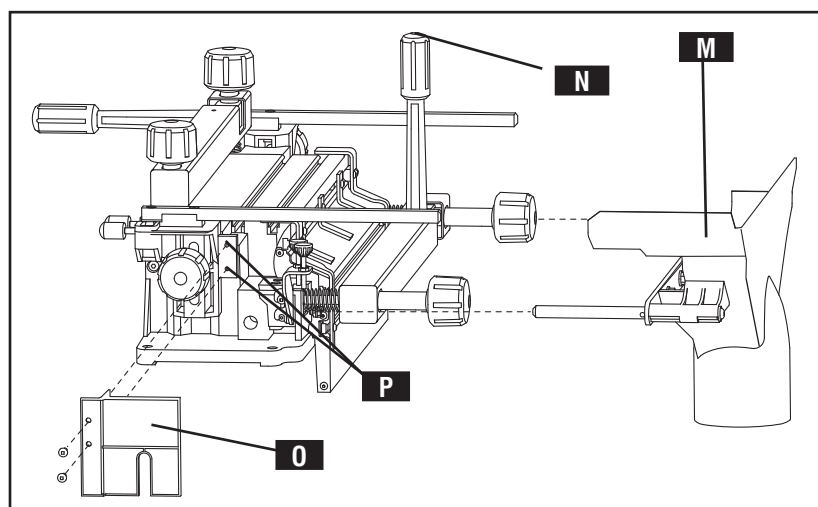
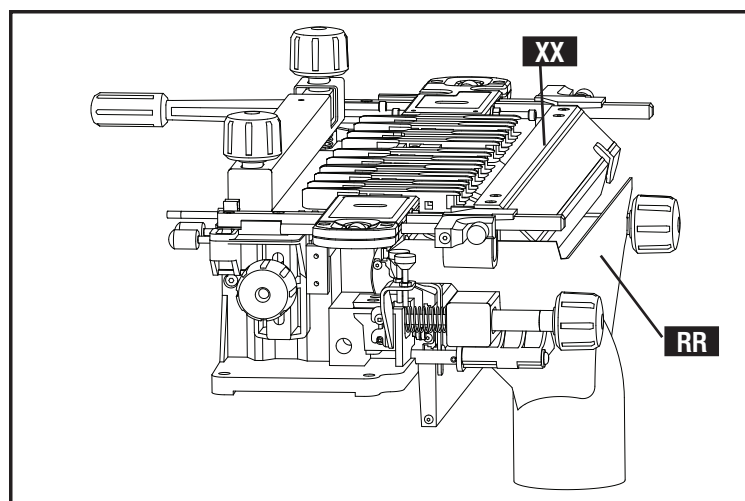

Fig. 8
Fig. 9
- After assembly, the shroud (M) Fig. 8 can slide right into the two holes at bottom front of the OMNIJIG® base.
- Before sliding the shroud in, be sure the front workpiece clamping handle (N) is up as shown in Fig. 8.
- Install the chip catcher (O) to the two holes (P) in the side of the OMNIJIG® base using two supplied square drive screws.
NOTE: After installing the dust shroud (RR) Fig. 9, be sure the stabilizer bar (XX) is in place as shown. No tightening is needed for attaching the main shroud part to the jig base.
- Après l'assemblage, le déflecteur (M), fig. 8, peut coulisser directement dans les deux trous au bas de la partie avant de l'embase du système OMNIJIG®.
- Avant d'insérer le déflecteur, s'assurer que la poignée (N) de la bride de fixation avant de la pièce est en position relevée, comme montré à la fig. 8.
- Installer le collecteur de copeaux (O) aux deux goulottes (P) sur le côté de l'embase du système OMNIJIG® avec les deux vis à prise carré fournies.
REMARQUE : après l'installation du déflecteur de dépoussiérage (RR) Fig. 9, s'assurer que la barre stabilisatrice (XX) est correctement en position comme indiqué à la fig. 9. Il n'est pas nécessaire de serrer quoi que ce soit pour fixer la principale section du déflecteur à l'embase de l'appareil.
- Finalizado el ensamblaje, la cubierta (M) Fig. 8 puede deslizarse dentro de los dos orificios que están en la parte frontal inferior de la base de la OMNIJIG®.
- Antes de introducir la cubierta, asegúrese de que el mango frontal de sujeción de la pieza de trabajo (N) esté hacia arriba, como se muestra en la Fig. 8.
- A continuación, instale el recolector de astillas (O) en los dos orificios (P) que están en el lateral de la base del OMNIJIG®, con los dos tornillos suministrados.
NOTA: Luego de instalar la cubierta para polvo (RR) Fig. 9, asegúrese de que la barra del estabilizador (XX) esté bien colocada en su lugar, como se muestra en la Fig. 9. No se necesita ajustar la pieza principal de la cubierta para conectarla a la base para horma.